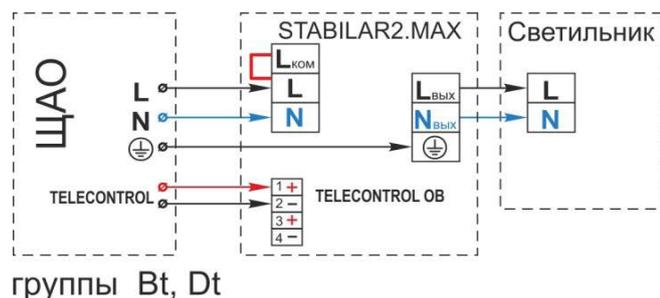

Рис.1
Если светильник, подключаемый к БАП, имеет II класс защиты от поражения электрическим током, то он подключается к БАП по схемам согласно рис. 1, 2, 3, 4.
Если светильник, подключаемый к БАП, имеет I класс защиты от поражения электрическим током, то ему требуется отдельное подключение к заземлению. БАП оборудован транзитной клеммой заземления, позволяющей подключить световой прибор к заземлению ЩАО. См. рис. 1а, 2а, 3а, 4а.
**Постоянный режим** – световой прибор функционирует в нормальном режиме как часть осветительной установки и переключается в автономный режим в случае аварийной ситуации. Вход БАП подключается к группам Vt или Dt ЩАО. рис.1 и рис.1а
Рис.1а